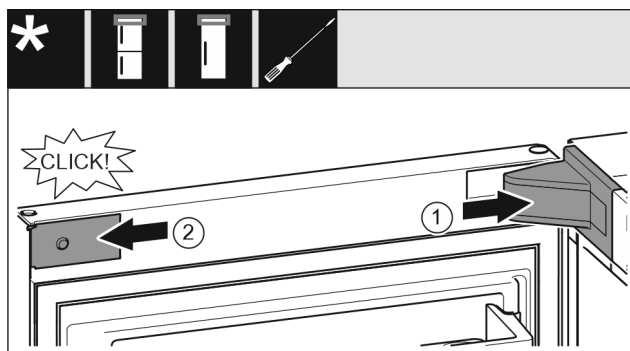

Fig. 63
- ▶ Nasadte a zaklapněte kryt stojanu ložiska Fig. 63 (1), příp. opatrně přitlačte od sebe.
- ▶ Z boku nasadte zásepku Fig. 63 (2) a zaklapněte.